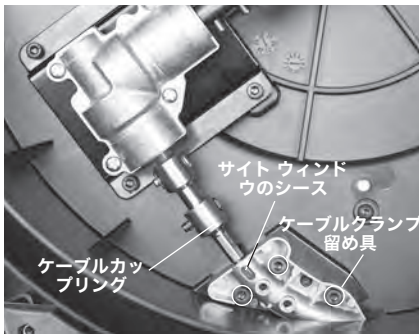

図 16 - ケーブルアセンブリの交換
7. 逆の手順で組み立て、しっかりとすべての留め具を取り付けます。ケーブルクランプのサイトウィンドウの端までシースが覆われていることを確認してください(図16)。